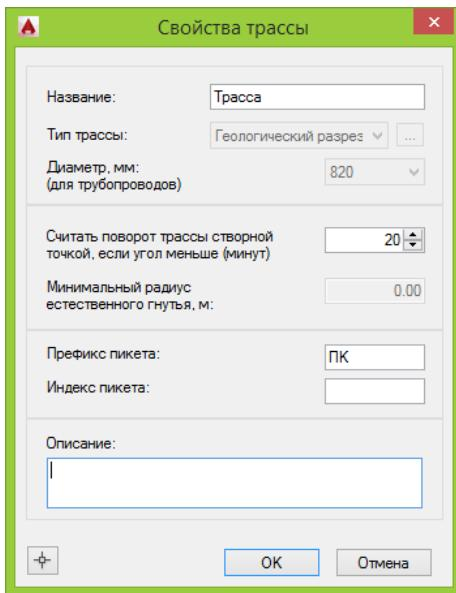

Рис. 25. В диалоговом окне *Свойства трассы* нужно задать параметры создаваемой трассы.
5. В диалоговом окне *Свойства трассы* ввести имя и параметры создаваемой трассы (см. Рис. 25).